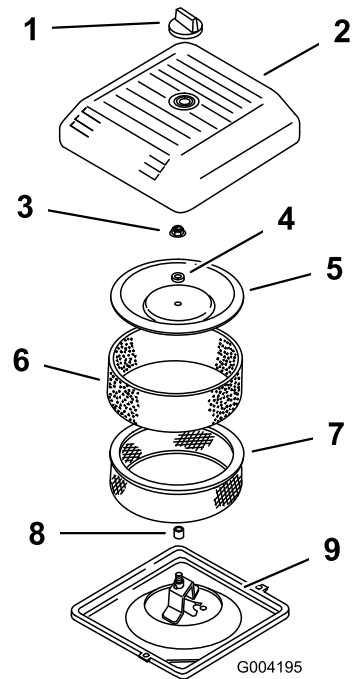

図 158
1. ペーパーエレメントにスポンジエレメントを注意深く取り付ける(図 158)。